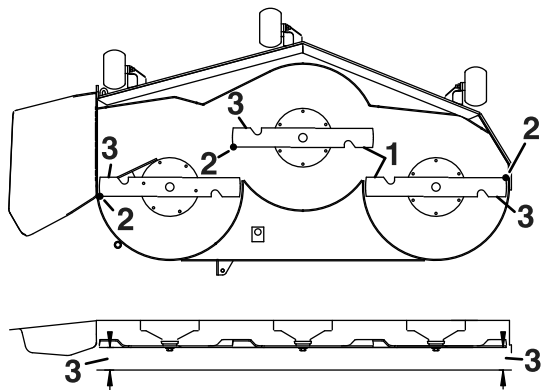

Figura 72
5. Mida entre los bordes de corte exteriores y la superficie plana (Figura 72).